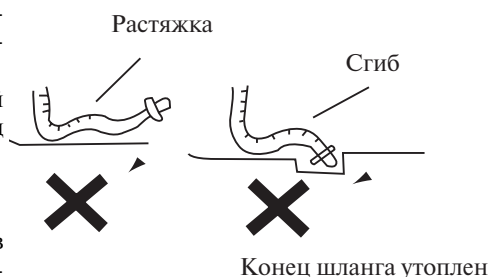

Рис. 2
1. Прodelайте трубное отверстие ($\varnothing 80$) в стене с небольшим наклоном вниз в направлении внешней стороны. Центр отверстия должен определяться в соответствии с рис. 2.